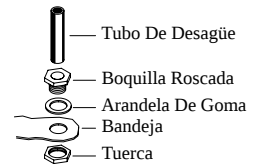

Fig. 5
- **Instale el montaje de desagüe.** Quite la tuerca y pase la boquilla por el agujero de la bandeja, colocando la arandela de goma entre la bandeja y la cabeza de la boquilla (véase fig. 5). Coloque la tuerca en la boquilla y atomílela hasta que quede apretada contra la parte inferior de la bandeja. Inserte el tubo de desagüe en la boquilla para retener el agua. El tubo de desagüe se puede quitar para desaguar el agua de la bandeja cuando sea necesario. Se puede conectar una manguera de jardín a la boquilla para desaguar el agua hacia otra parte.